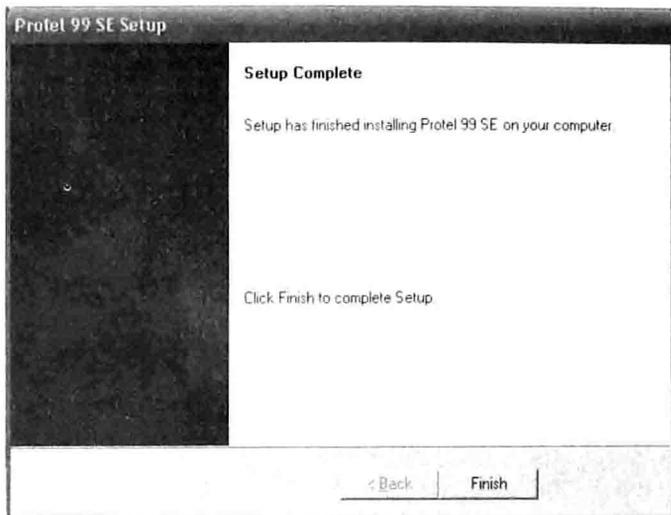

图 1-5 软件安装完毕
⑤ 复制完文件后弹出如图 1-5 所示对话框，单击“Finish”（完成）按钮完成软件的安装。若要更好地应用 Protel 软件，在软件主程序安装完毕后，还应进行以下几项安装操作。